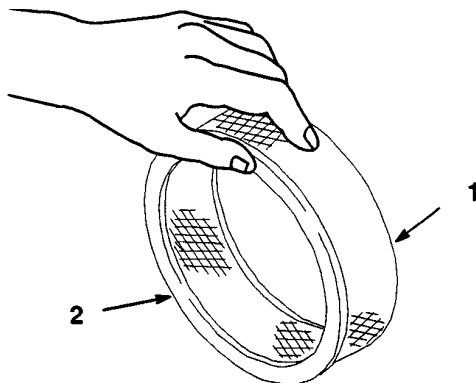

Figure 19
- A. Taper légèrement l'élément sur une surface plane pour éliminer poussière et saleté (Fig. 19).